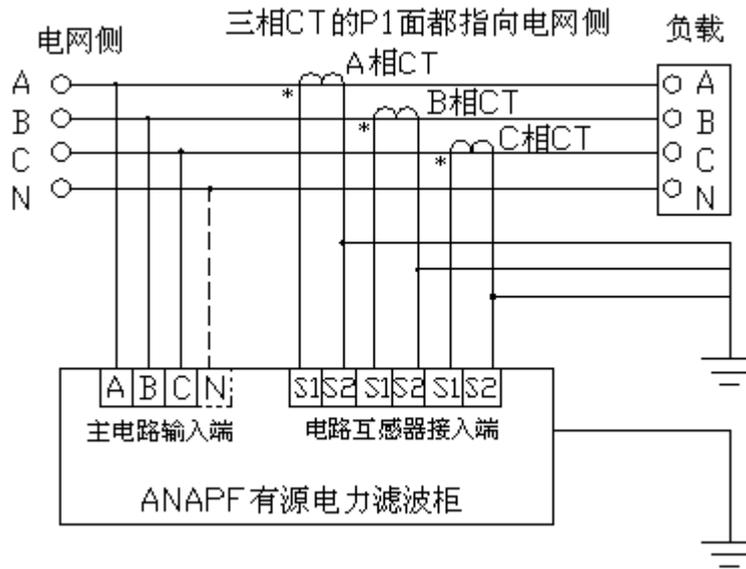

图 5-1 主回路接线及互感器接线
a. 主回路接线及互感器接线（见图 5-1）
请按图 5-1 检查互感器接线，互感器接线检查无误后方可进入启动滤波器阶段。